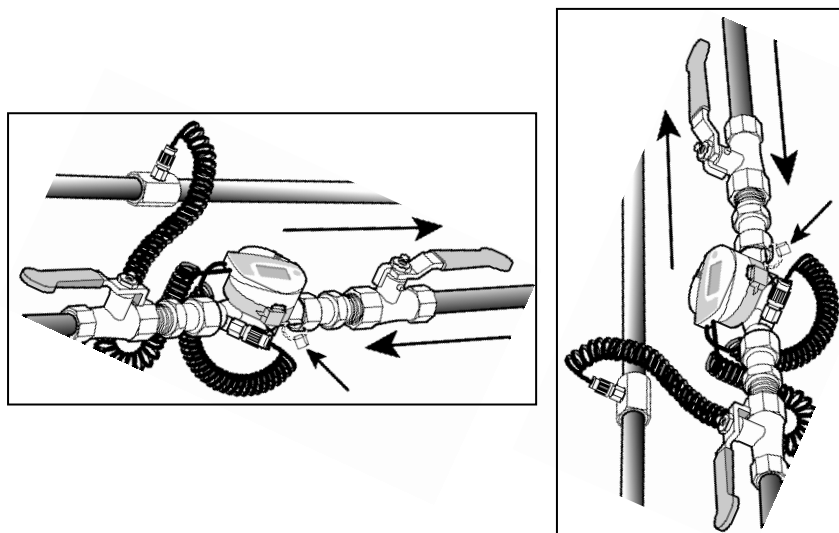

Рис.6 –Варианты установки теплосчетчика
5.2 Теплосчетчик может устанавливаться на трубопроводе прямого или обратного потока, в горизонтальном, вертикальном или наклонном положении (рис.6). При вертикальном или наклонном положении класс точности расходомера уменьшается.